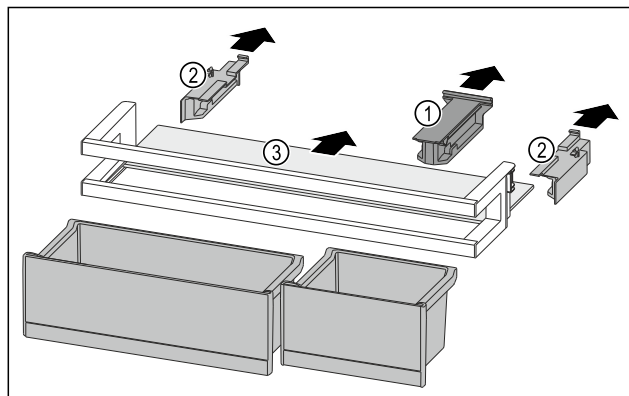

Fig. 275
- Estrarre l'elemento di tenuta Fig. 275 (1).
- Togliere gli elementi laterali Fig. 275 (2).
- Rimuovere il ripiano Fig. 275 (3).